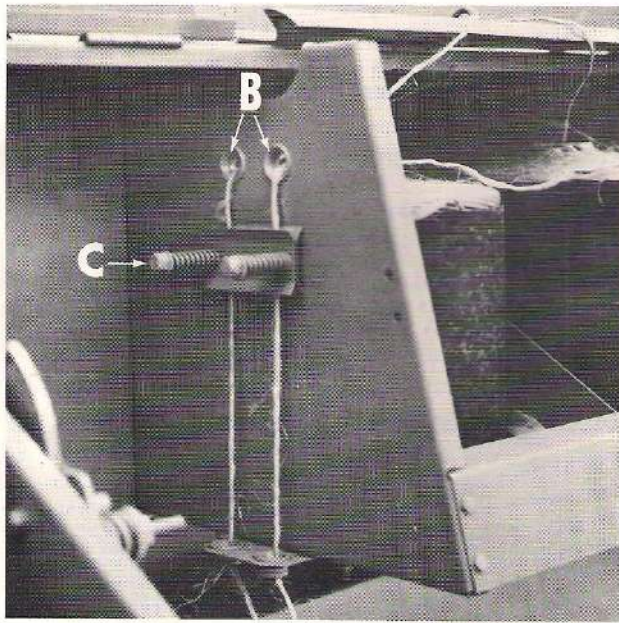

Fig. 6
- b – les trous sur le côté (Rep. B Fig. 6)
- c – entre les plaquettes de retenues (Rep. C Fig. 6) (en les écartant)
- Vérifier la tension des brins au niveau des plaquettes de retenue (Fig. 6 Rep C).
- b – the holes on the side (Ref. B fig. 6)
- c – between the retaining plates (Ref. C fig. 6) (by separating them)
- Check the tension of the stands at the retaining plates (fig. 6 Ref. C).
- b – durch die seitlichen Löcher führen (B Abb. 6)
- c – durch die Spannplatten (C Abb. 6) hindurchführen (diese auseinanderdrücken), dann die beiden Garnstränge durch die unteren Garnkastenösen führen
- Fadenspannung überprüfen (Abb. 6 Punkt C)
- b – por los agujeros laterales (ref. B, fig. 6)
- c – por los tensores (separándolos) (ref. C, fig. 6)
- Verificar la tensión de las hebras al nivel de los tensores (fig. 6 ref. C).